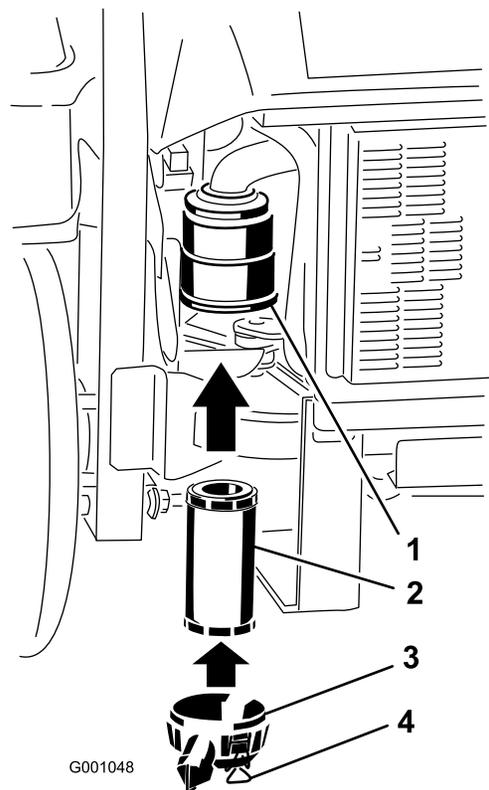

Figura 55
- Cuidadosamente, faça deslizar o filtro para o corpo do filtro (Figura 55).